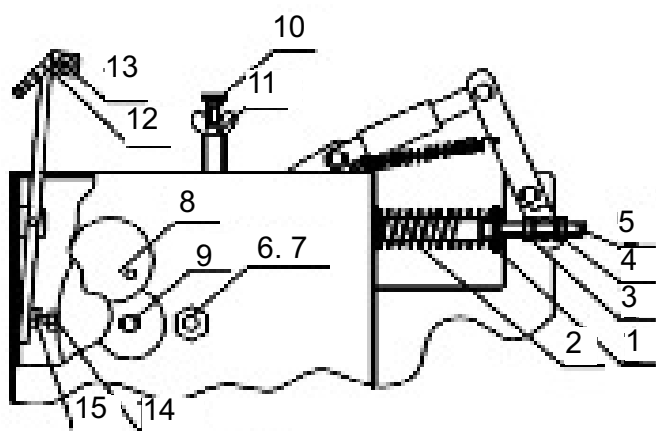

Abb. 8
- Wenn sich das Drahtseil ohne Betätigung des schwarzen Druckknopfes (1) aufwickelt, wurde die Mutter (Pos. 7) zu fest angezogen, es herrscht kein Spiel zwischen Kupplung und Trommel, d. h. Mutter lösen und den Vorgang so lange wiederholen bis das Seil völlig still steht, wenn der schwarze Druckknopf nicht aktiviert ist.
Die Einstellung der Vorbremse erfolgt mit der Schraube (10) und Flügelmutter (11) (Abb. 8). Eine Funktion der Vorbremse übernimmt auch die Seilführung Pos. 12, (Abb. 8) in der das Drahtseil eingeführt ist. Durch richtige Einstellung wird zugesichert, dass sich das Drahtseil nicht von selbst bzw. zu schnell von der Trommel abwickelt. Das würde sonst, bei einer schnellen Entlastung der Bremse und zu schnellem Abwickeln, das Drahtseil beschädigen.
- anziehen der Mutter (Pos. 3) Abb.8, welche die Feder anspannt
Auf der Seilwinde befinden sich vier Schmiernippel, die eine Schmierung der oberen und unteren Umlenkrolle sowie der Seilführung ermöglichen. Ebenfalls sind die Nippel (13) auf der Vorbremse (12) (Abb.8) zu schmieren.